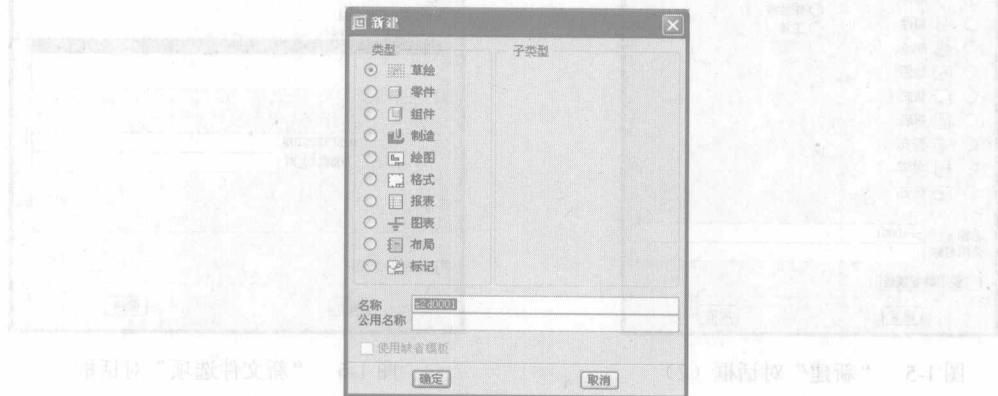

图 1-4 “新建”对话框 (1)
(1) 在菜单栏中选取“文件”|“草绘”命令，或者单击系统工具栏中的“新建”按钮□，系统将弹出如图 1-4 所示的“新建”对话框。